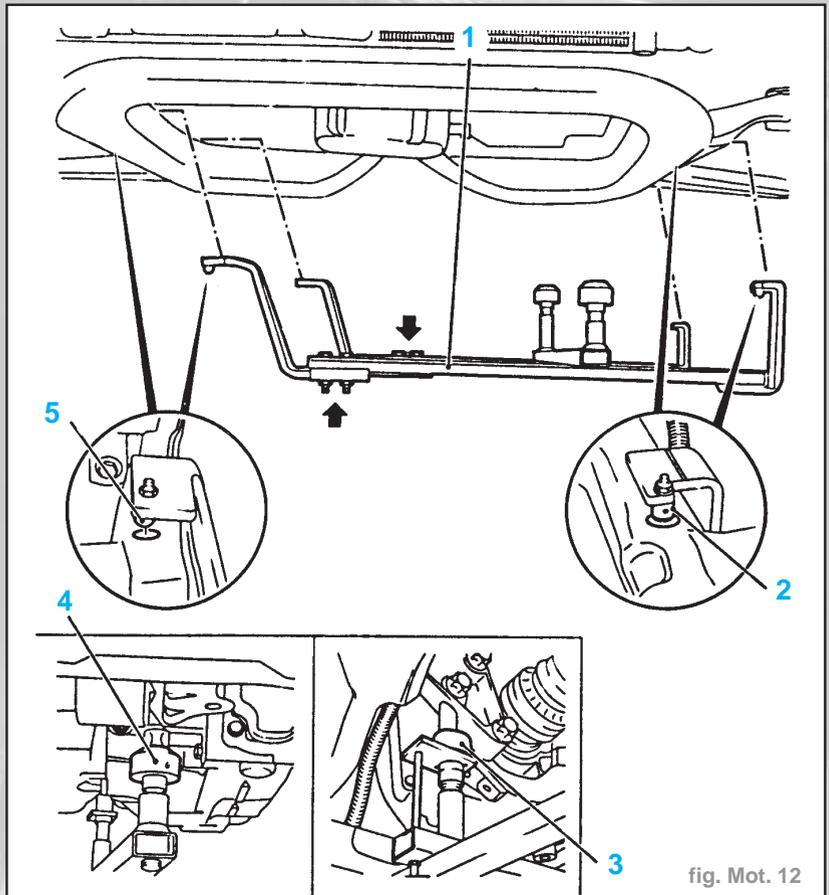
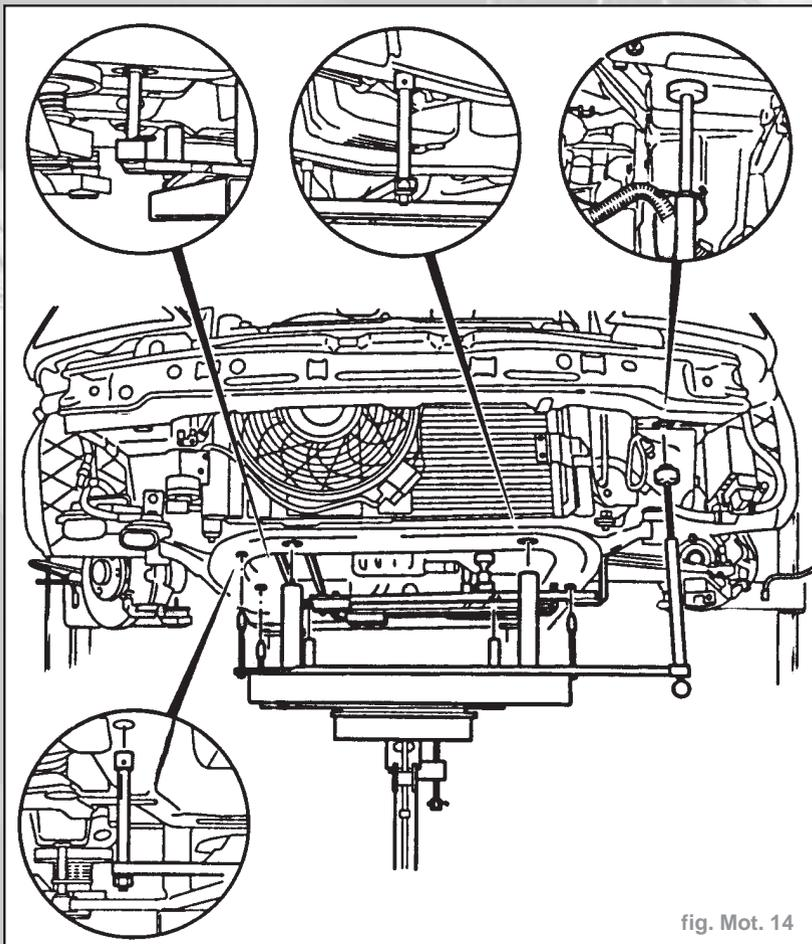

fig. Mot. 12
fig. Mot. 14
- Desserrer les vis de fixation (flèches) des glissières de réglage du **KM-6001** (1) (fig. Mot. 12).
- Monter le cadre de **KM-904** avec le logement central de **KM-6000** sur le levier hydraulique et le placer sans jeu sous le corps de l'essieu avant (utiliser le levier hydraulique qui peut être abaissé d'au moins **100 cm** (fig. Mot. 14).
- 6001** ou **KM-6001-A** (1) (fig. Mot. 12).
- Insérer les outils **KM-6601** ou **KM-6001-A** comme indiqué. Les tenons (2) et (5) doivent s'emboîter dans les trous de guidage du corps d'essieu avant.
- Lever par rotation les paliers supports avant (4) et arrière (3) jusqu'à ce qu'ils soient en contact avec les tenons de guidage de bloc d'amortissement moteur avant et le support de bloc d'amortissement moteur arrière. Les tenons de guidage doivent reposer sans jeu dans les paliers supports.
- Monter le cadre de **KM-904** avec le logement central de **KM-6000** sur le levier hydraulique et le placer sans jeu sous le corps de l'essieu avant (utiliser le levier hydraulique qui peut être abaissé d'au moins **100 cm** (fig. Mot.14)).